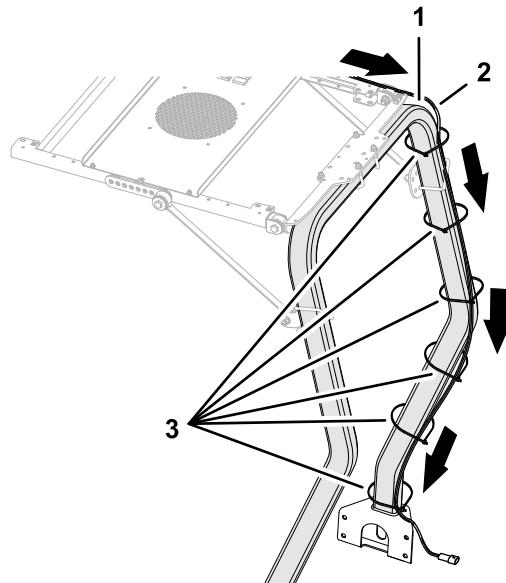

Figura 7
- Enrute el arnés de cables del toldo por el tubo de la barra antivuelco, como se indica en la Figura 7.
- Enrute el extremo del arnés de cables con la etiqueta P08 a través del anillo de goma de la plataforma (Figura 7).
2. Sujete el arnés de cables al tubo de la barra antivuelco usando las bridas necesarias (Figura 7).
4. Sujete el arnés de cables del toldo al tubo de la barra antivuelco usando las bridas necesarias (Figura 7).